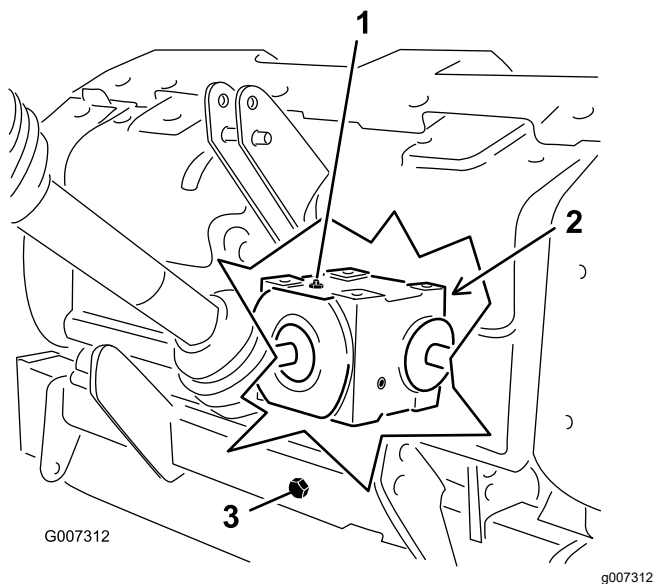

图 31
2. 从齿轮箱上拆下检查塞 图 31。
3. 确保油位达到 齿轮箱中检查塞孔的底部 图 31。
1. 清洁加油塞和排油盖周围的杂质避免污染 图 31。